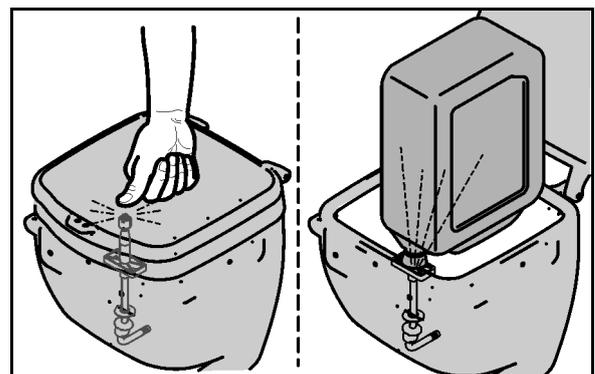

Fig. 54
- la tapa abatible cerrada se presiona hacia abajo (Fig. 54).